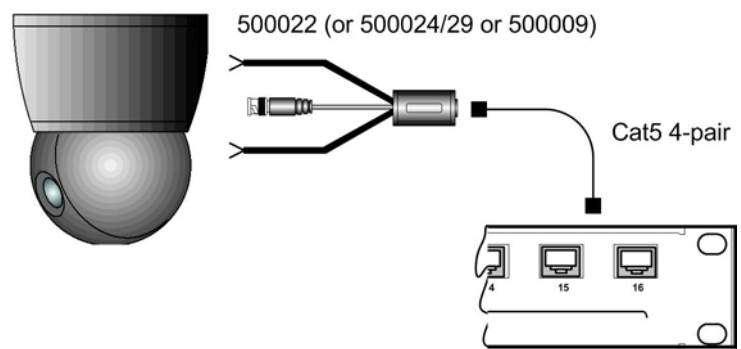

Figure 4: Connexion caméra
3. Connectez un câble de Catégorie 5 entre chaque caméra et chacun des ports modulaires RJ45 à l'avant du Concentrateur Passif CCTV/GLI (Figure 4). Assurez vous que les fils soient correctement disposés (selon EIA 568) et que la polarité soit respectée entre le balun CCTV et le concentrateur. Il se peut que vous ayez besoin d'avoir recours à d'autres matériels de connexion Cat 5 tel qu'un panneau de répartition ou de blocs 110.